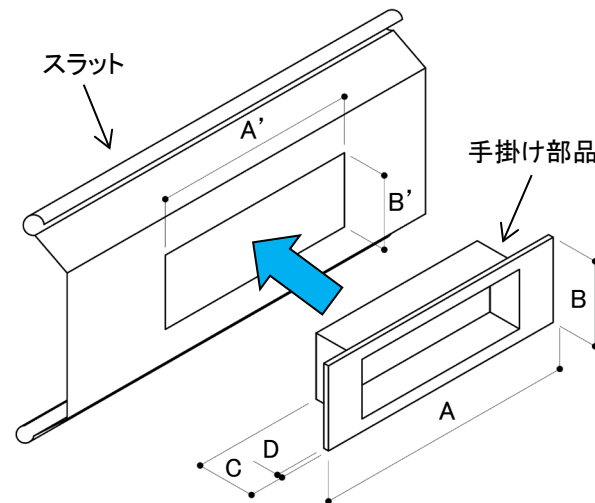

図2－スラット加工穴形状、及び 手掛け部品形状の取合いイメージ
- ・スラット加工穴形状、及び 手掛け部品形状の取合いイメージを 図2に示す。